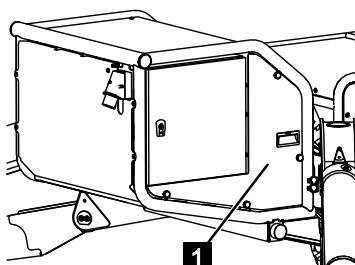

Abb. 185
2. Die Abdeckung (Abb.185/1) abschrauben.